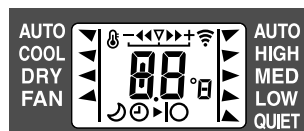

Рис. 6
- ㉘ Дисплей пульта дистанционного управления (Рис. 6)